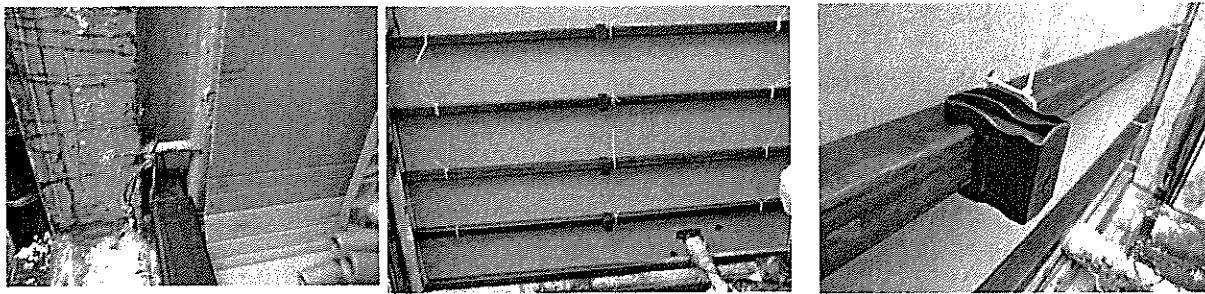

Рисунок 4 - Общий вид установленных в контейнер балок.
3.4. После установки флекситанка в универсальный контейнер необходимо установить специальную перегородку, защищающую двери универсального контейнера (щит). Для этого необходимо разместить перегородку между дверями контейнера, после чего вставить в боковые пазы перегородку из ДВП между дверями контейнера, после чего, вставить в боковые пазы контейнера опорные балки перегородки в количестве 6 штук, закрепив их при помощи застёжек-липучек. Общий вид установленных в контейнер опорных балок приведен на (рис. 4).